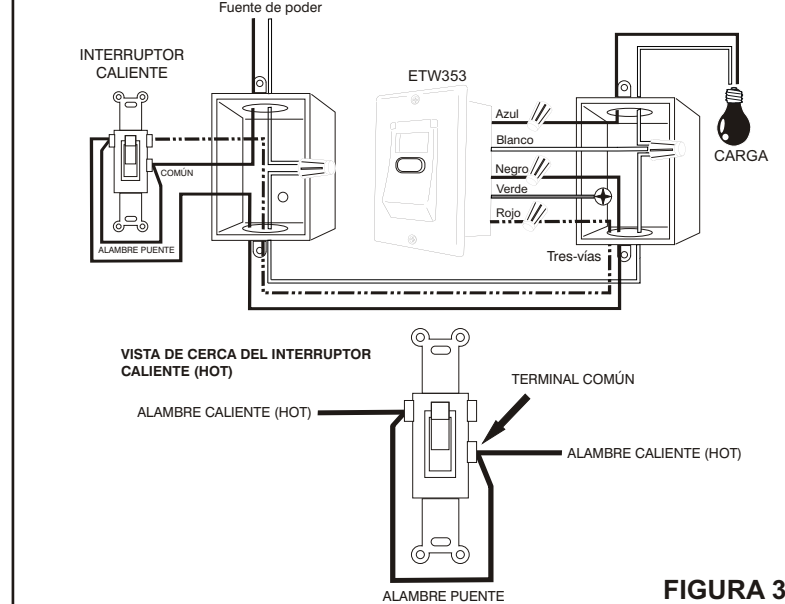

FIGURA 3
- Usando las tuercas para alambre suministradas, sujete de forma segura los alambres del medidor de tiempo, a los alambres en la caja de la pared de acuerdo al diagrama en FIGURA 3.
- Conecte el alambre puente al interruptor CALIENTE (HOT) de acuerdo al diagrama en FIGURA 3.